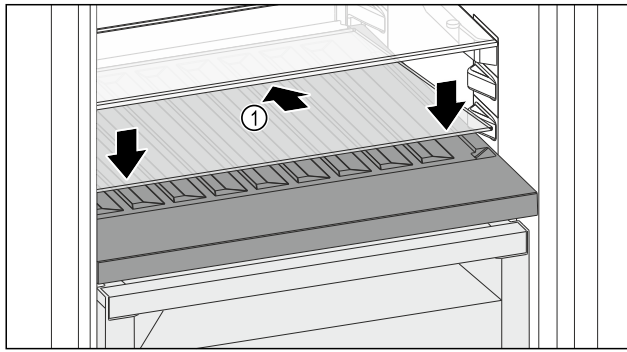

Fig. 105
- ▶ Glasplatte Fig. 105 (1) schräg und nach hinten unten geneigt ansetzen.
- ▶ Glasplatte Fig. 105 (1) vorne absenken.